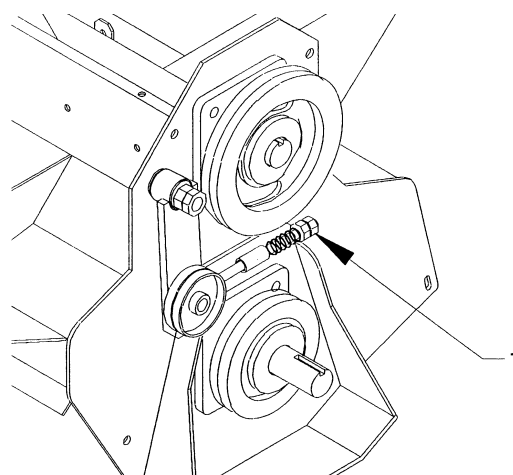

Bild 6
15. Den Riemen mit Hilfe der Einstellmutter an der Federstange spannen (siehe Bild 6).
EINSTELLEN DES RIEMENANTRIEBS (Bild 6)